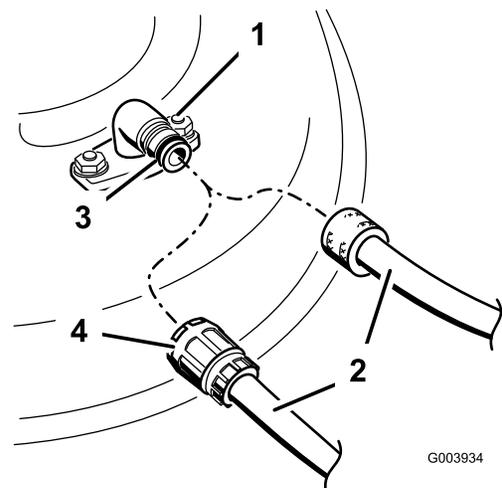

Figure 50
3. Vissez le raccord de lavage à l'embout de lavage du carter de tondeuse et ouvrez l'eau en grand (Figure 50).